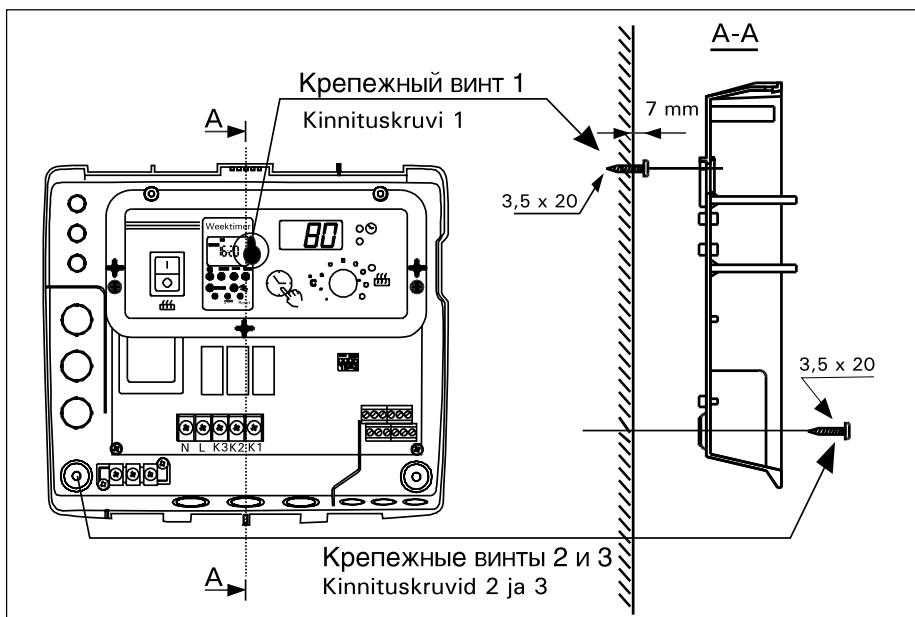

Рисунок 26. Крепление блока управления к стене
В дне блока управления находятся отверстия для трех винтов, с помощью которых блок крепится к стене. При необходимости в деревянной стене проделывают отверстия сверлом 2,5 мм. Если блок крепится к каменной стене, на глубину втулки необходимо просверлить отверстие 6 мм. Втулка вбивается в стену, после чего крепежный винт (1) ввинчивается отверткой. На поверхности необходимо оставить ок. 7 мм от всей длины винта. Сквозь отверстия протаскивают подводящие кабели. Блок можно оставить подвешенным за верхний винт, убедившись, что шляпка винта вошла в узкую резьбу отверстия в дне. Для двух нижних крепежных винтов (2 и 3) места отмечаются при нахождении блока в вертикальном положении. Крепление происходит как указано выше, с той разницей, что винты приворачиваются ко дну плотно. (Рис. 26)